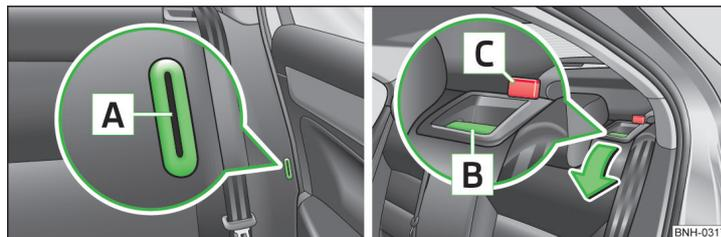

Fig. 56 Apertura per l'inserimento della linguetta / ribaltamento dello schienale
- Introdurre la linguetta della cintura di sicurezza nell'apertura **A** » fig. 56 prevista sul rivestimento laterale - posizione di sicurezza.